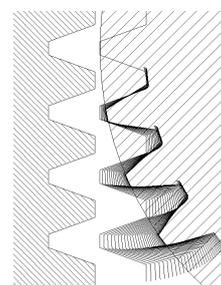
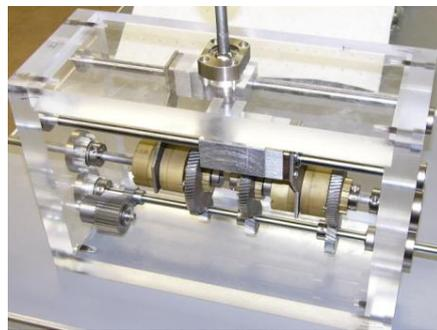

図1 ホブによる歯車加工
図2 上：前年度製作の変速機
本課題は、①機械要素の実践的な使用を学ぶこと、②製作に必要な技術を理解すること、③全体の見通しを立て設計から製作まで行うことの3点を目的とした前年度総合制作課題「常時かみ合い形手動変速機的设计製作」製作品の完成度を上げようとしたものです。そのため、④改善点の発見・改善案の検討・改善を加えた製作という4点目の目的を色濃くもつ課題です。平歯車の加工を図1に、前年度製作品を図2に示します。
前年度・今年度の製作品を図2に示します。いずれも多く機械要素（ねじ・歯車・軸受）を用い、3段の減速比を切り替えて伝達する変速機です。軸受やねじを除き、殆ど機構部品を製作しました（今回、歯車は全6枚のうち3枚を製作しました）。